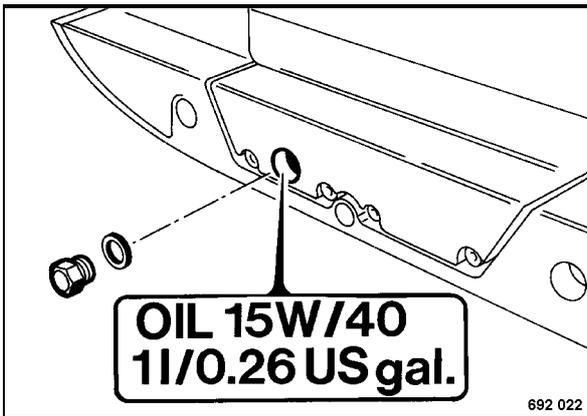

Fig. 73
- Unscrew the level plug (Fig. 73).